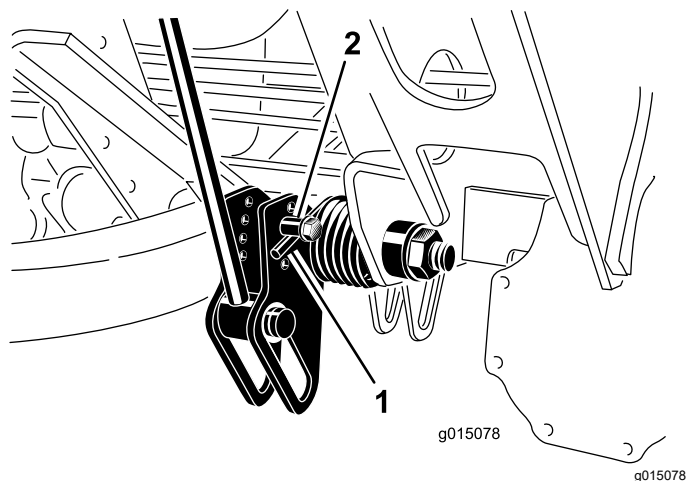

Figure 40
2. Insérez un tube ou un objet similaire sur l'extrémité longue du ressort pour détendre le ressort pendant le réglage (Figure 40).
3. Tout en détendant le ressort, retirez le boulon et le contre-écrou de fixation de l'actionneur de ressort au support (Figure 40).